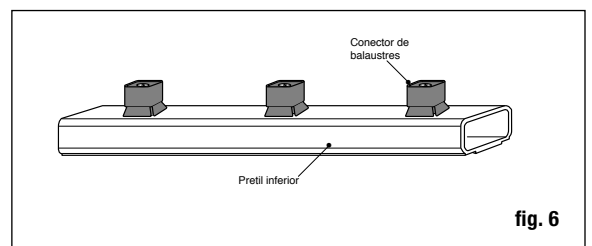

fig. 6
**Paso 7** Encuentre el centro de la cara inferior del barandal inferior y sujete el conector de balaustre incluido al bloque de apoyo usando el tornillo incluido. Consulte los requisitos del código de construcción para ver el espacio máximo entre la superficie de la terraza y la parte inferior del barandal; recomendamos 3" pero puede ser menos si lo desea. Si es necesario, recorte el bloque de apoyo a la altura determinada (fig. 6)